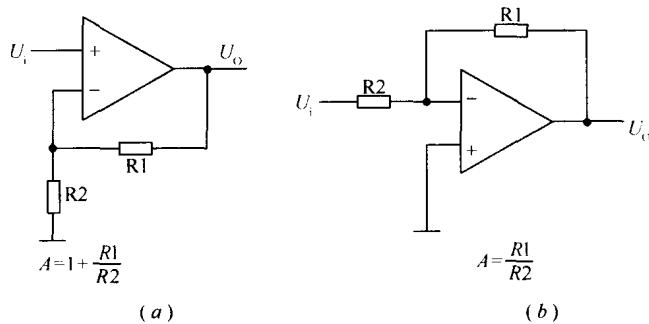

图 1-1-11 集成运算放大器
(3)集成运算放大器如图 1-1-11 所示,图(a)为同相放大电路,图(b)为反相放大电路,放大倍数取决于  $R_1$  与  $R_2$  的比值。